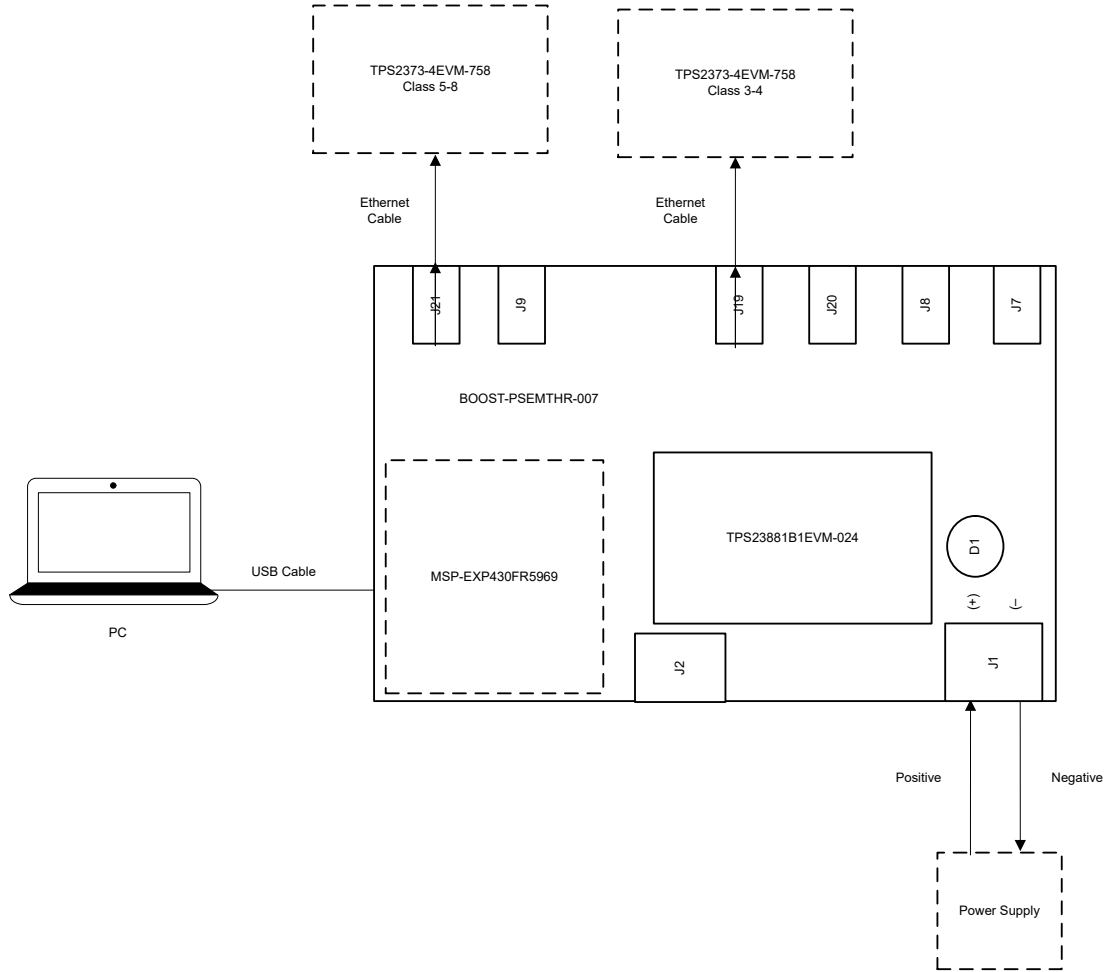

图 2-2. 使用 LaunchPad 的高级设置
运行自定义软件程序的 LaunchPad ( 不含 ) 能够与 TPS23881B1EVM-024 上的 TPS23881B1 器件进行通信。图 2-2 展示了使用 LaunchPad 的高级设置。
2. 如 图 2-2 中所示，将 PC 连接至 LaunchPad。